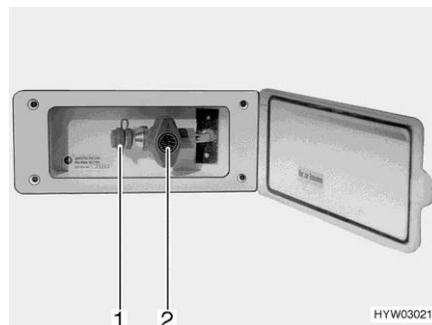

Fig. 89 Toma exterior de gas (válvula de paso de gas cerrada)
- Conectar el aparato de gas externo en el punto de conexión (Fig. 89,1).
- Abrir la válvula de paso de gas (Fig. 89,2).